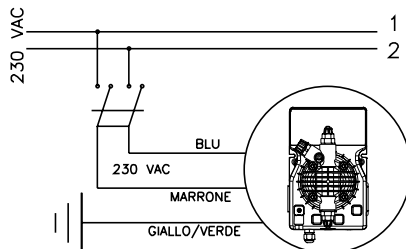

Fig. 4
1. Asegurarse que la misma esté desactivada eléctricamente (por ambas polaridades), desconectando los conductores de los puntos de contacto de la red a través de la apertura del interruptor onipolar con una distancia mínima entre los contactos de 3 mm (Fig. 4).
- b. - Respetar las normas en vigor en los diferentes países por lo que se refiere a la instalación eléctrica (Fig. 4). Si el cable de alimentación no está dotado de enchufe eléctrico, el equipo debe quedar conectado con la red de alimentación utilizando un interruptor onnipolar seccionador que tenga una distancia mínima entre los contactos de 3 mm. antes de tener acceso a los dispositivos de conexión todos los circuitos deben estar interrumpidos.
- a. Asegúrese de que esté desactivada eléctricamente (ambas polaridades) desconectando los conductores de los puntos de contacto de la red con el interruptor omnipolar de distancia mínima entre contactos de 3 mm. (Fig. 4).